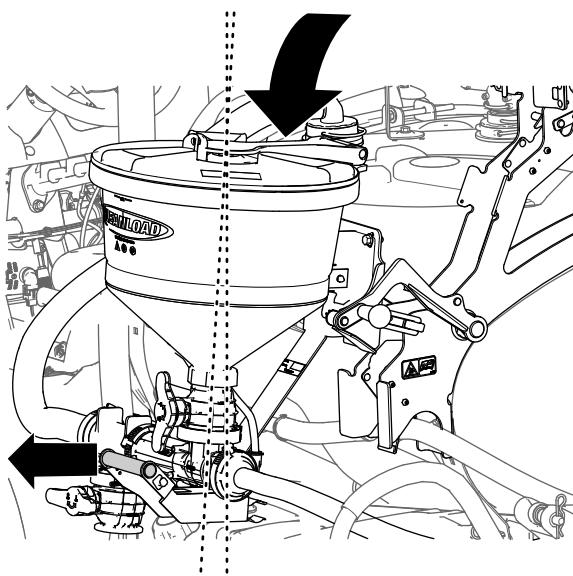

Figura 39
4. Desça completamente o misturador mantendo o manípulo do misturador ligeiramente para fora (Figura 39).
2. Eleve o misturador mantendo o manípulo do misturador ligeiramente para fora (Figura 39).